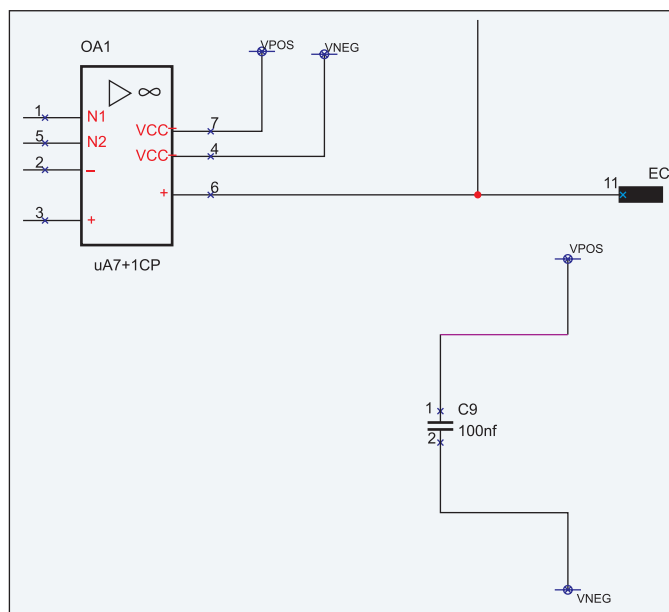

Рис. 29. Добавление конденсатора C9 на лист схемы D/A Converter
3. Соединим конденсатор C9 с портами VPOS и VNEG, как показано на рис. 29.